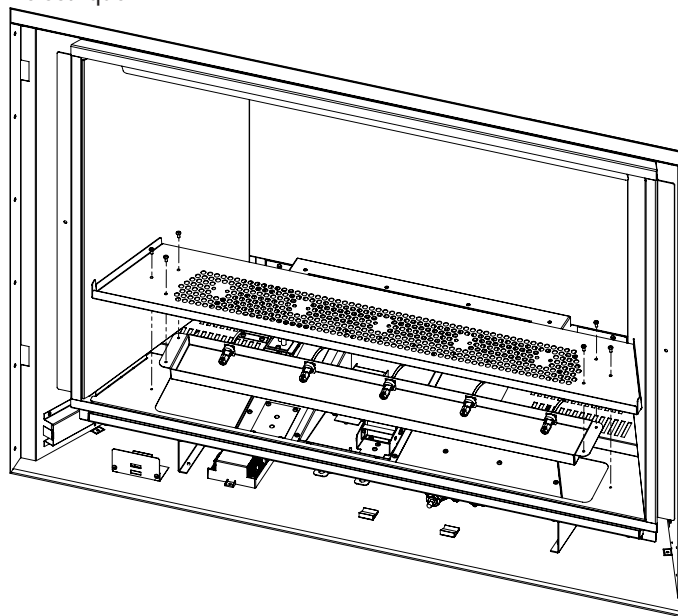

Figure 24. Suppression de Bacs de Support
4. Retirez le tiroir d'unité en retirant les quatre (4) vis T-20 (voir figure 24).